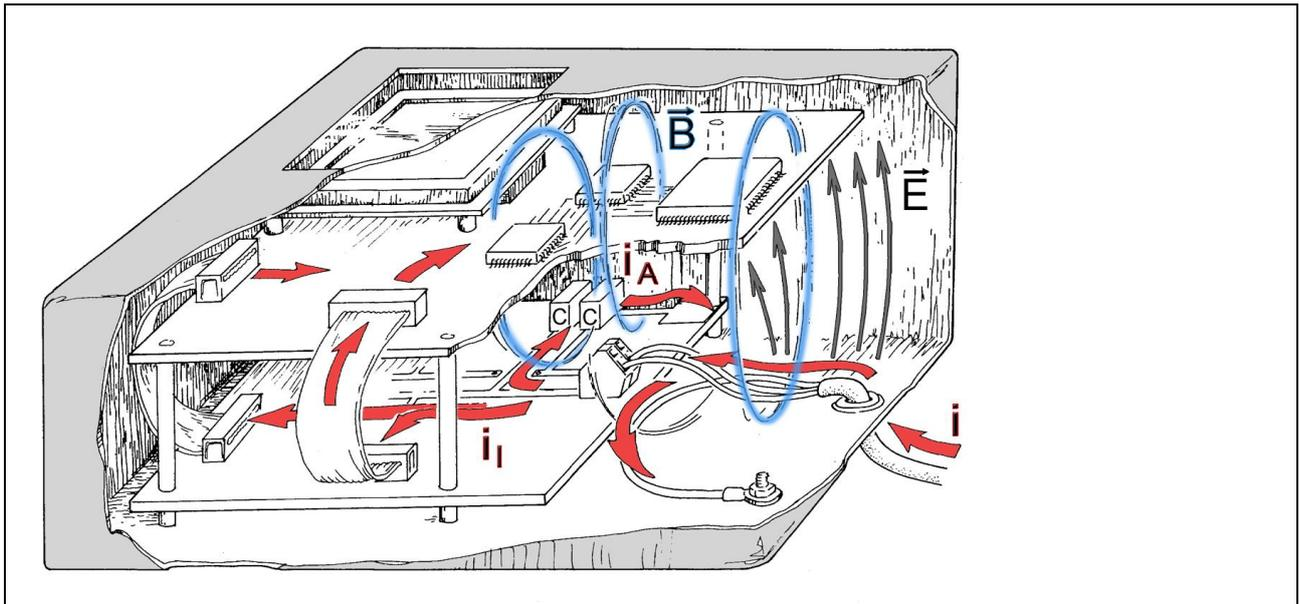

Bild 4 Feldverteilungen
- **Magnetische Pulsfelder (B)** oder **elektrische Pulsfelder (E)** sind die wesentlichen physikalischen Größen, die auf Flachbaugruppen eine Beeinflussung auslösen.
- Praktisch sind beide Schwachstellenarten relevant. Beispielsweise können bei Störvorgängen elektrische Felder auftreten, die elektrisch sensible Schwachstellen zum Ansprechen bringen. Die durch das elektrische Feld getriebenen Ströme erzeugen Magnetfelder, die wiederum magnetisch sensible Schwachstellen ansprechen (**Bild 4**).
Störstrom (i) dringt leitungsgebunden in das Gerät ein. Über Kondensatoren C führende Ableitstromwege leiten den Anteil i_A nach außen und reduzieren den Störstrom i_I für die inneren Bereiche. Die im **Bild 4** gezeigten Magnetfelder B können einige Dezimeter entfernt angeordnete elektronische Baugruppen beeinflussen. Nicht alle B-Felder, die die Baugruppenoberfläche durchsetzen, wirken beeinflussend. Es sind meist nur kleine Gebiete B-Feldsensibel. Zu beachten ist, dass nicht nur Störströme (i) in der Umgebung von Zuleitungskabel und PE-Verbindungen Magnetfeld erzeugen.